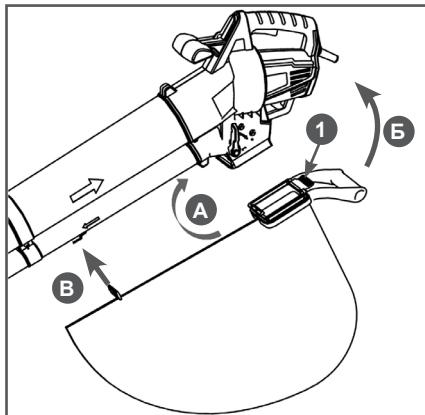

Рис. 6 Установка мусоросборника
6. Установите мусоросборник, как показано на Рис. 6:
- B) Зашептите переднюю петлю мусоросборника за крючок на верхней трубе (Рис. 6).